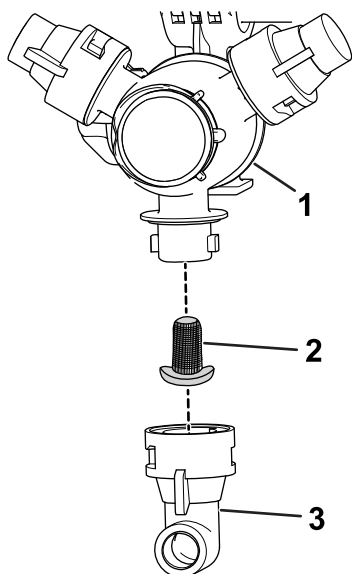

Рисунок 112
- Снимите сопло с поворотной распылительной головки (Рисунок 112).
- Снимите старый фильтр сопла (Рисунок 112).
- Установите новый фильтр сопла (Рисунок 112).
- Установите сопло на поворотную распылительную головку (Рисунок 112).